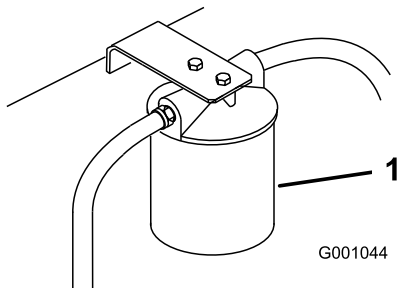

Bild 73
3. Stellen Sie eine Auffangwanne unter den Filter, bauen Sie den alten Filter aus und wischen Sie die Dichtungsfläche des Filterstutzens sauber (Bild 73).